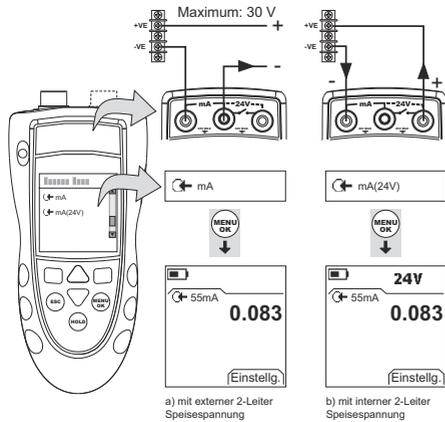

Abbildung 7: Beispielkonfiguration: Strommessung
1. Schließen Sie das Gerät an (Abbildung 7) und ändern Sie ggf. die Option Konfig. (Tabelle 1).
1. Nur DPI802/802P. Schließen Sie das Gerät an die Kalibrier-ausrüstung an (Abbildung 7).